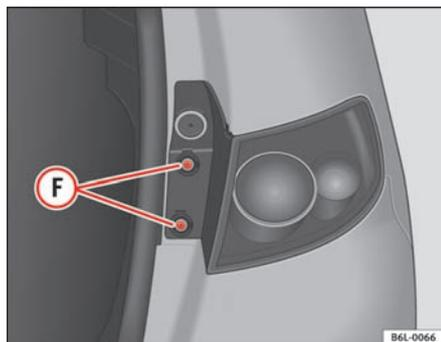

Fig. 165 Luz trasera en la carrocería
- Desenrosque los tornillos **F** ⇒ fig. 165 con la parte plana del destornillador.